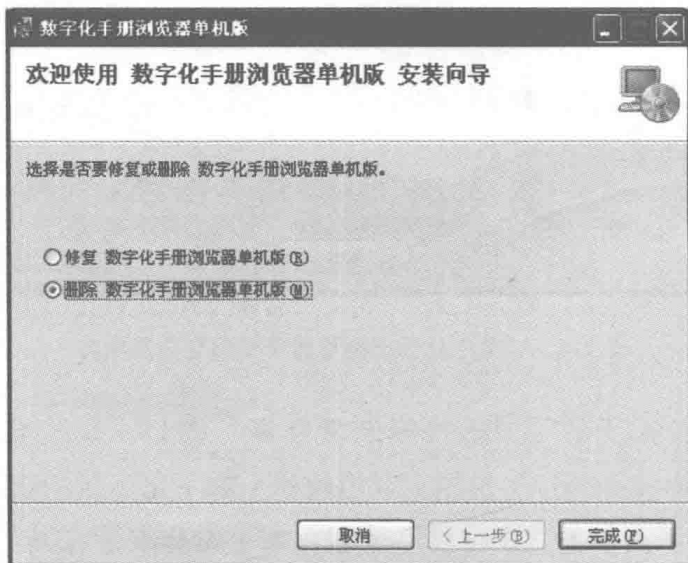

图 1-6 “选择是否要修复或删除数字化手册浏览器单机版”窗口
如果第一次安装失败, 在进行下一次安装时, 系统会弹出“选择是否要修复或删除数字化手册浏览器单机版”窗口(图 1-6), 选择“删除 数字化手册浏览器单机版 (M)”单选框, 单击“完成”按钮, 删除此前的安装程序。然后, 再重新进行安装操作。